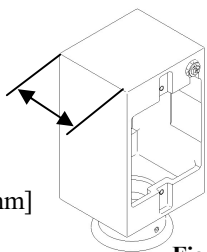

Fig. 1
- Maximum device depth 2.50 inch [63.5mm] for back-to-back installation. (Fig. 1)
- Profondeur maximale du dispositif 63,5 mm pour un montage dos à dos. (Fig. 1)
- La profundidad del dispositivo es máximo de 2.50 pulgadas [63.5 mm] para instalación contigua. (Fig. 1)